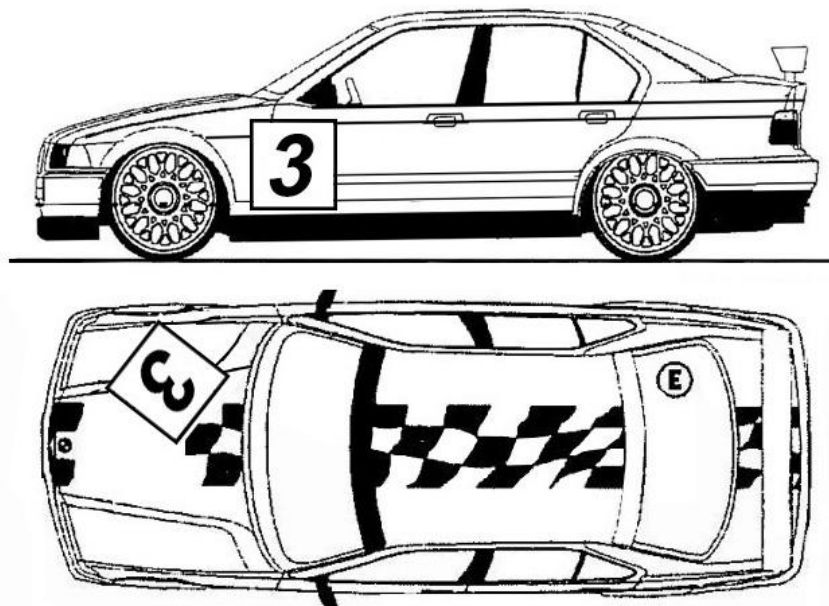

Figura 17 :
- 9.1.7 **Disposizione numeri di gara:** prima della partenza delle manche di qualifica e delle fasi finali i Piloti sono obbligati a posizionare sulla propria carrozzeria i numeri di gara, consegnati dagli Organizzatori, **vedi Figura 17 (in questa pagina)**, al fine di garantire una maggiore visibilità da parte della Direzione di Gara. La non corretta posizione dei numeri gara comporta il richiamo del modello del Pilota.